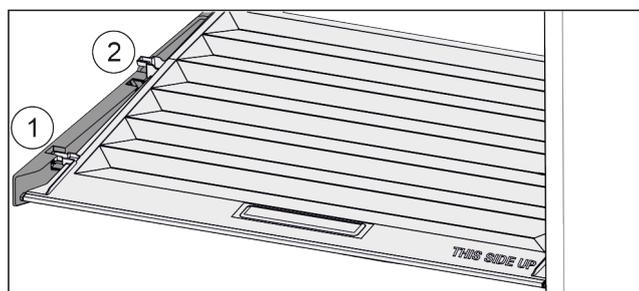

Fig. 25
- ▶ Deckel bis zur Öffnung in den Halteteilen nach vorne ziehen Fig. 25 (1).
- ▶ Hinten von unten anheben und nach oben wegnehmen Fig. 25 (2).